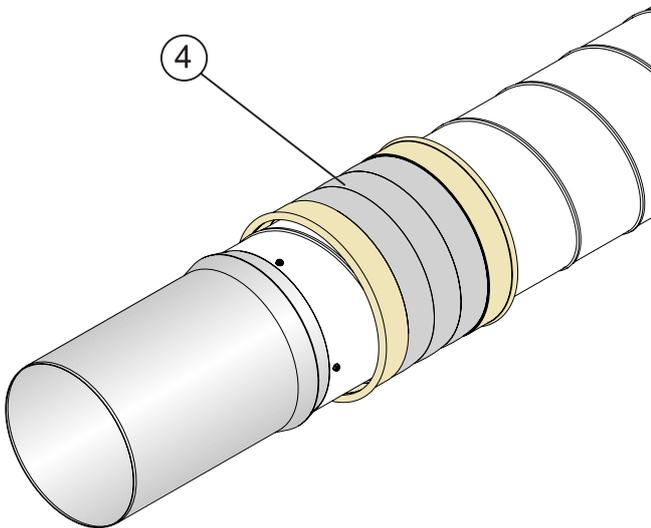

Fig. 4.41
- 3) Insérez le manchon d'expansion (4) comme indiqué fig. 4.41.